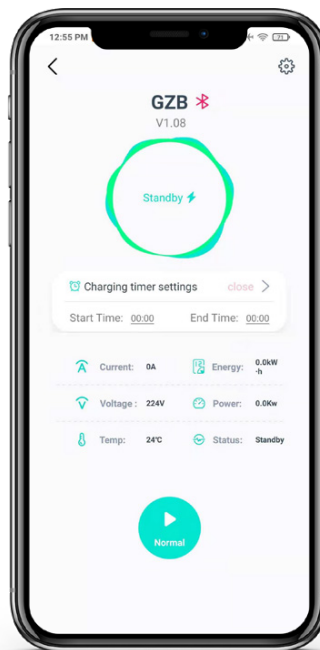

Imagen 9
2. Haga clic en el icono del cargador que se muestra en la imagen 9 para ingresar al menú de configuración del tiempo de carga.